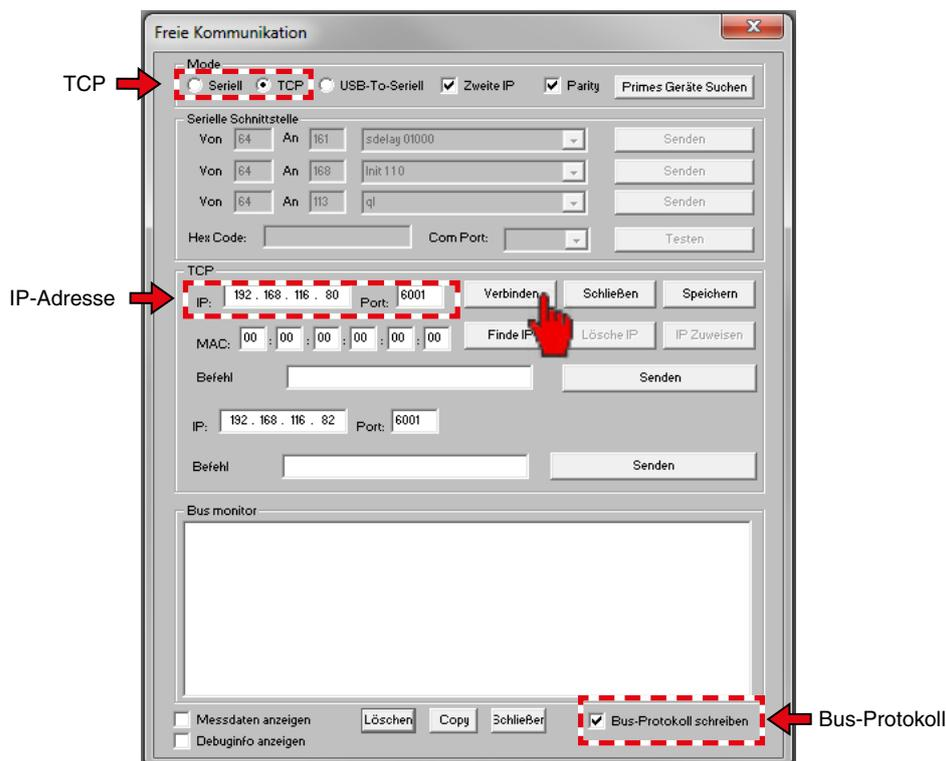

Abb. 19.14: Dialogfenster **Freie Kommunikation**
3. Wählen Sie den Mode **TCP** aus (siehe Abb. 19.14), aktivieren Sie **Bus-Protokoll schreiben** (rechte untere Ecke) und geben Sie die IP-Adresse ein (Standardadresse ist 192.168.116.80, bitte prüfen Sie die Angaben auf dem Typenschild).